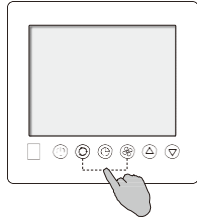

Рис. 4
1. Одночасно натисніть кнопку режиму та кнопку вентилятора й утримуйте впродовж 3 секунд, щоб увійти в стан зчитування параметрів. Після цього коди зчитування параметрів відобразяться в області відображення температури (див. рис. 4).